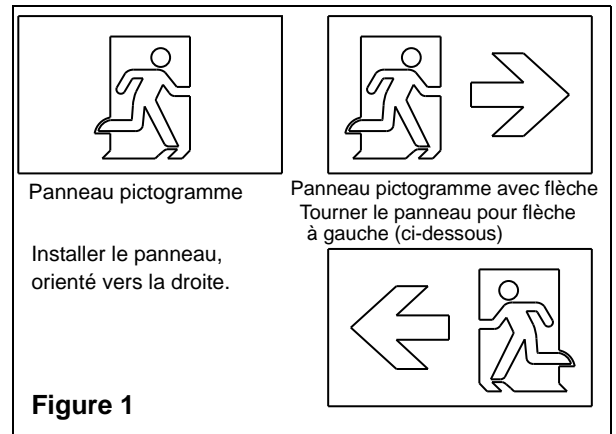
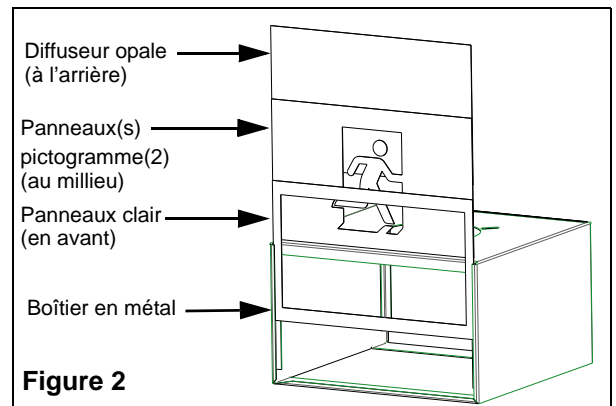

Figure 1
Figure 2
1. Sélectionner le panneau à pictogramme requis (voir figure 1). Aligner les trois panneaux ensemble en plaçant le panneau transparent avant le panneau pictogramme et le panneau opale derrière le panneau pictogramme. Glisser les panneaux ensemble dans le cadre en métal (voir figure 2).